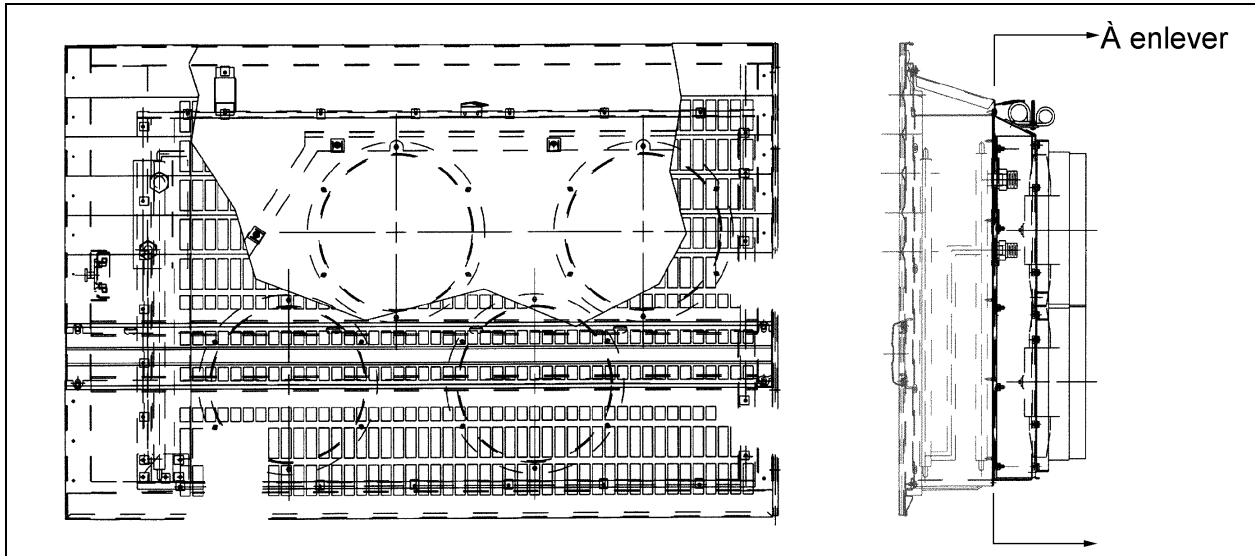

Figure 2 : Porte du compartiment condenseur. Quatre moteurs et ventilateurs à enlever.
7. Retirer la section de la porte du compartiment condenseur contenant les quatre moteurs et ventilateurs, tel qu'illustré à la figure 2.